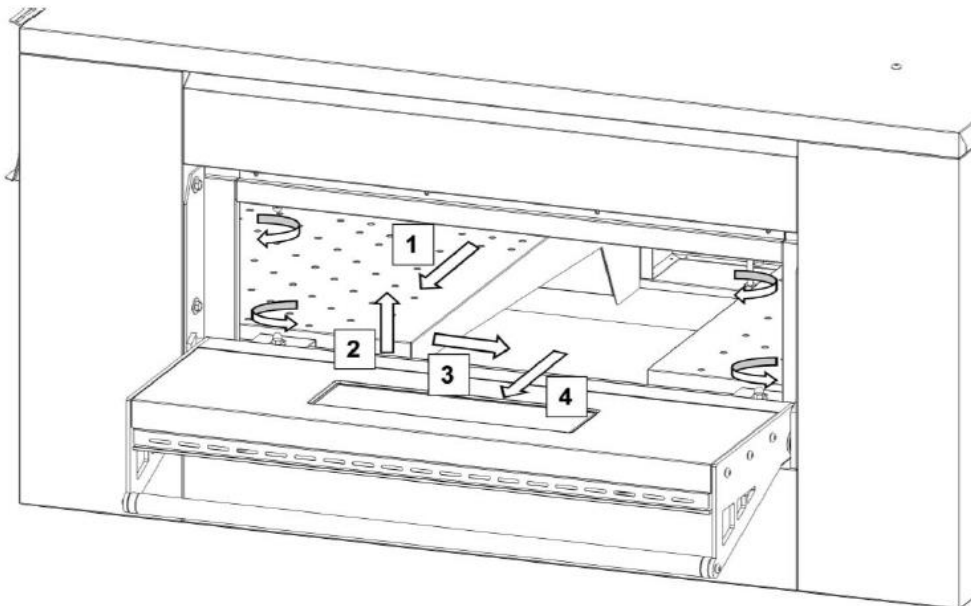

Рис. 3
8. Откройте боковой люк и отвинтите болты гаечным ключом на 10. Обязательно наденьте пару прочных перчаток, чтобы не поцарапаться об острые металлические углы, и снимите диффузоры (см. Рис. 3, параграф 9.3.1).
7. Откройте боковой люк и отвинтите болты гаечным ключом на 10 (рис.3). Операция только для модели 06/40V: снимите боковую дверцу и отвинтите крепежные болты гаечным ключом на 10.
8. Обязательно наденьте пару прочных перчаток, чтобы не поцарапать об острые металлические углы, и извлеките диффузоры, как показано на Рис. 3, в последовательности 1-2-3-4.